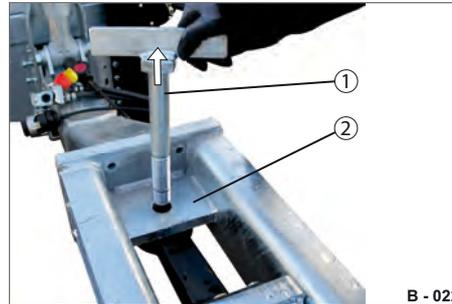

Abb. 19 Befestigungsschraube entfernen
- ▶ Befestigungsschraube (Abb. 19/1) herausziehen.